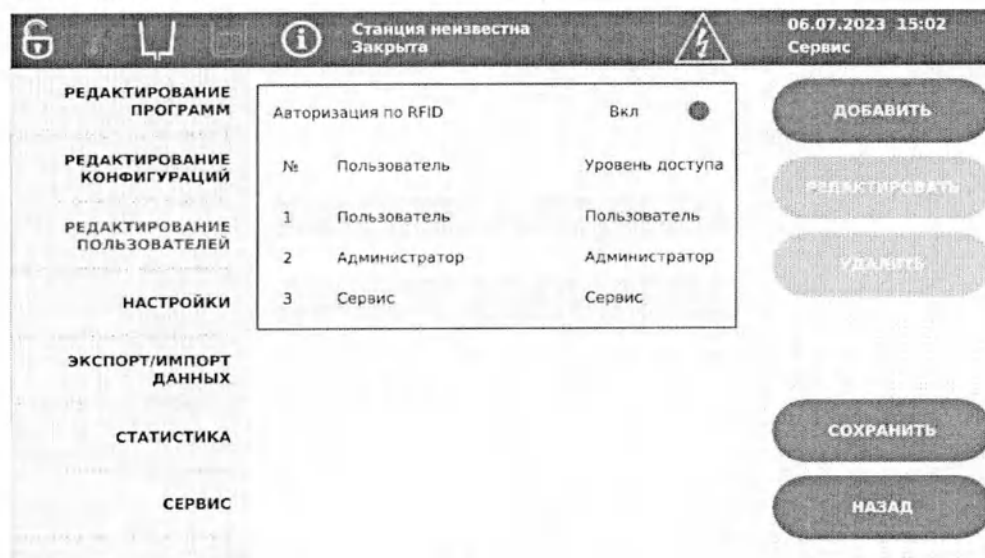

Рисунок 6.20 – Редактирование пользователей
6.11.10 Выберите пункт меню **РЕДАКТИРОВАНИЕ ПОЛЬЗОВАТЕЛЕЙ** для просмотра учетных записей (Рисунок 6.20).
1. Нажмите **ДОБАВИТЬ** на экране редактирования пользователей (Рисунок 6.20).
Для выключения функции авторизации посредством RFID – брелоков для всех учетных записей переведите переключатель **АВТОРИЗАЦИЯ ПО RFID** (Рисунок 6.20) в состояние **ВЫКЛ.**
1. Выберите в списке учетную запись пользователя (Рисунок 6.20) посредством однократного нажатия;